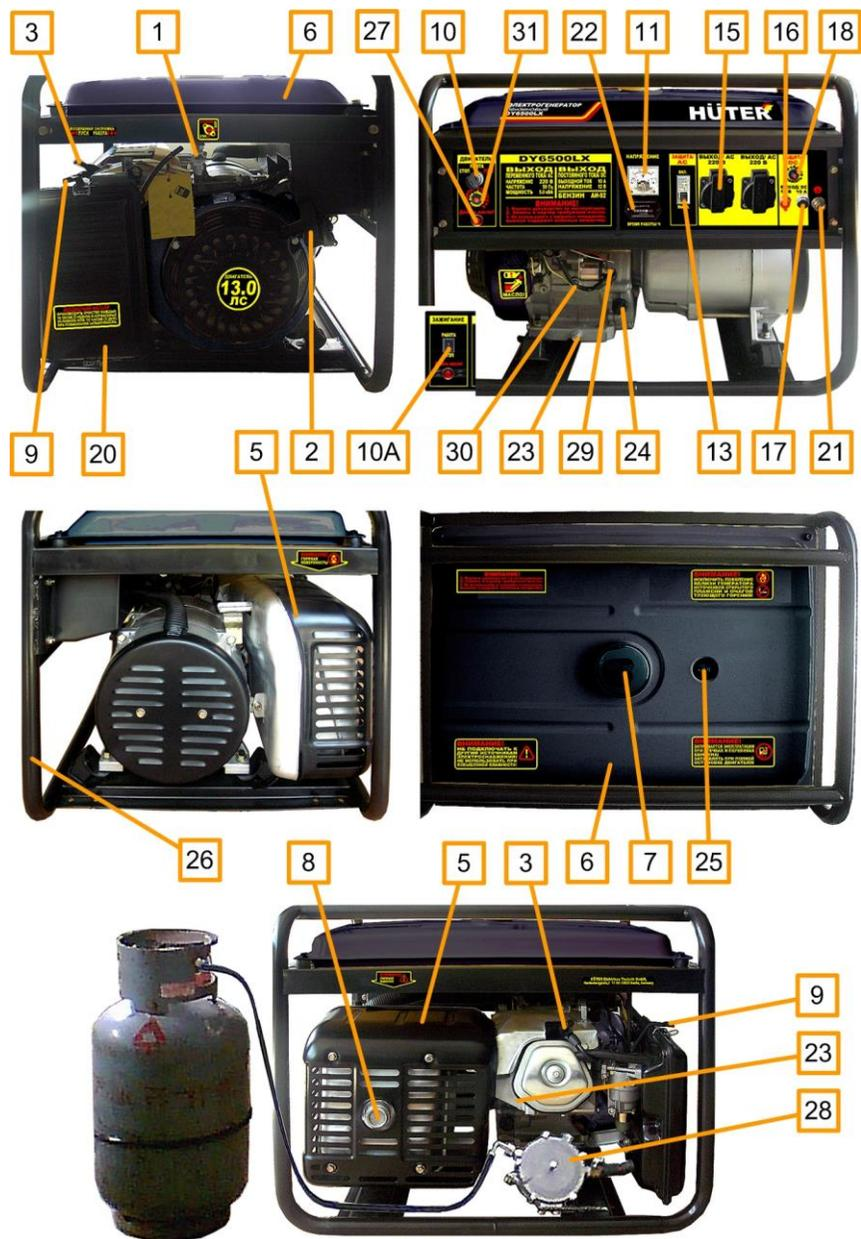

Рис. 1.
#### 4.1. Перечень составных частей изделия (рис. 1).
5.3.1. Вывинтить шуп поз. 24 (рис. 1) и залить в картер масло соответствующего типа (таблица 2 п. 8) до нижнего края горловины. Вставить чистый сухой шуп в горловину картера и вынуть его. Проверить уровень масла: граница смоченной области шупа должна располагаться между отметками минимального и максимального уровней.
При установке генератора следует подключить к резьбовой клемме поз. 21 (рис. 1) проводник заземляющего устройства, удовлетворяющего требованиям раздела 10: «Обеспечение требований безопасности».
5.5.1. В качестве топлива используется бензин марки АИ-92, а также бытовой сжиженный баллонный газ: пропан и пропан бутан, в случае установки газовой системы питания поз. 28 (рис. 1), см. также рис. 11.
5.5.4. Установить лоток аккумуляторной батареи GG-H650-M22-E в соответствии с рис. М каталога запасных частей. Подключить провода аккумуляторной батареи поз. GB1 (Приложение 1) к клеммам поз. 29, 30 (рис. 1), строго соблюдая указанную полярность.
5.6.1. Отключить все потребители переменного тока от генератора, переведя рычаг автоматического выключателя поз. 13 (рис. 1) в отключенное положение «0», отсоединить потребители постоянного тока от клемм поз. 16, 17 (рис. 1).
5.6.2. При использовании бензина открыть топливный кран поз. 1 (рис. 1) при закрытом вентиле газового баллона, см. также рис. 3, или открыть вентиль газового баллона при закрытом топливном кране поз. 1 (рис. 1) в случае использования газа.
5.6.3. При использовании бензина перевести рычаг управления воздушной заслонкой поз. 9 (рис. 1) в крайнее левое положение при пуске холодного двигателя и в промежуточное положение при пуске прогретого двигателя. При использовании газа нажать на несколько секунд кнопку в центре регулятора поз. 1 (рис. 11) для заполнения впускной трубы газом, затем отпустить кнопку.
5.6.4. Перевести выключатель двигателя поз. 10, 10А (рис. 1) в отключенное положение «0» или «СТОП».
5.6.5. Плавно вытянуть до упора трос ручного стартера за ручку поз. 2 (рис. 1) и вернуть в исходное положение см. также рис. 2.
5.6.6. Перевести выключатель двигателя поз. 10, 10А (рис. 1) во включенное положение «1» или «РАБОТА».
больше, чем выше температура двигателя и окружающего воздуха при использовании бензина или повторить кратковременное нажатие кнопки регулятора при работе на газе, затем повторить пуск. Включение электрического стартера производится поворотом ключа выключателя поз. 10 (рис.1) в крайнее правое положение «ПУСК». Сразу после пуска двигателя отпустить ключ выключателя для обеспечения его самовозврата в среднее положение. При срабатывании защиты поз. 31 (рис. 1) нажать сброс после остывания автоматического выключателя.
5.6.8. При работе на бензине после прогрева двигателя в течение времени около 10–40 секунд, в зависимости от начальной температуры, перевести рычаг заслонки поз. 9 (рис. 1) в крайнее правое положение, если при этом двигатель работает неустойчиво вернуть рычаг заслонки поз. 9 в прежнее положение и обеспечить завершение прогрева.
5.6.9. Подключить к разъемам генератора потребители, соответствующие требованиям раздела 10: «Обеспечение требований безопасности». Полная (сумма активной и реактивной) мощность всех подключаемых потребителей в стационарном режиме не должна превышать значений номинальной мощности, указанных в Таблице 1 п. 3. Не допускается длительное превышение номинальной мощности более чем на 10% свыше номинального значения. Включить автоматический выключатель поз. 13 (рис. 1), установив его рычаг управления в положение «1».
5.7.1. При работающем генераторе отключить автоматический выключатель поз. 13 (рис. 1), отсоединить потребители постоянного тока от клемм поз. 16, 17 (рис. 1).
5.7.2. Перевести выключатель двигателя поз. 10, 10А (рис. 1) в отключенное положение «0» или «СТОП».
5.7.3. Закрывать топливный кран поз. 1 (рис. 1), см. также рис. 4, закрыть вентиль газового баллона.
6.1. Наличие и величина напряжения переменного тока индицируется и измеряется вольтметром поз. 11 (рис. 1).
6.2. Причиной отсутствия напряжения при работающем генераторе может служить срабатывание автоматических выключателей защиты цепей от перегрузки поз. 13, 18 (рис. 1). В этом случае следует устранить причину